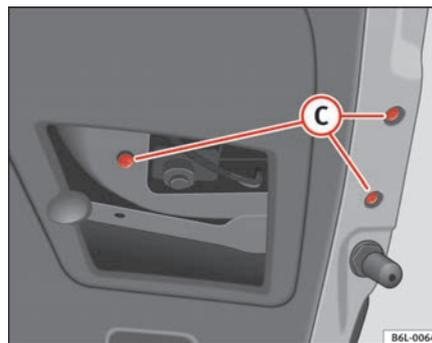

Fig. 162 Feu arrière dans le hayon
- Extraire les vis (C) ⇒ page 238, fig. 162 et déconnecter le connecteur.